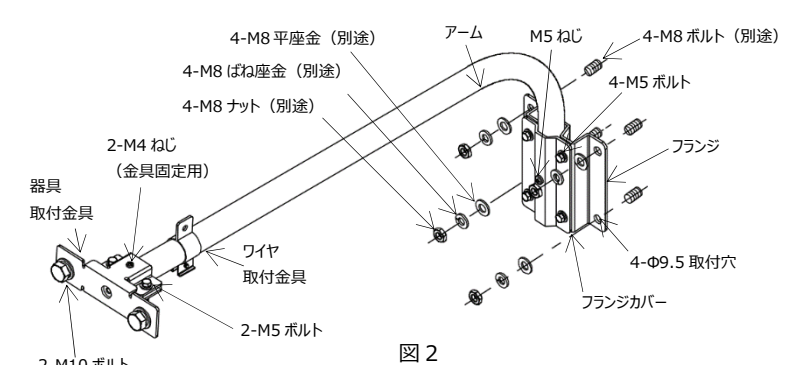
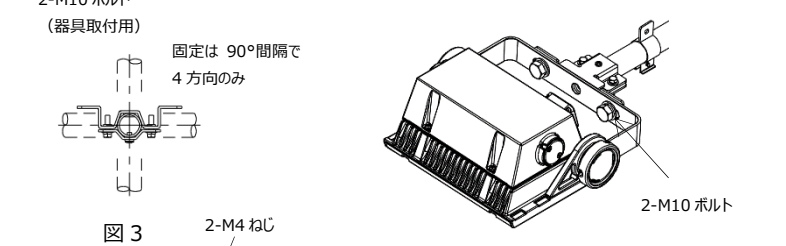

図 2
図 3
1. フランジの取付穴を M8 ボルトに平座金、ばね座金、ナットの順に入れ、適正締付トルク 12.5~16N・m で 4 箇所を緩みのないよう確実に構造物へ取付けてください(図 2)。**取付けに不備がありますと、落下による事故の原因となります。**
2. アームの方向を決めてフランジカバーを M5 ボルトで適正締付トルク 3~5.5N・m で 4 箇所を緩みのないよう確実に締付けてください(図 2)。アームを固定できるのは 4 方向のみです(図 3)。それ以外の方向には固定できません。M5 ボルト締付後に M5 ねじで締付けてください。**取付けに不備がありますと、落下による事故の原因となります。**